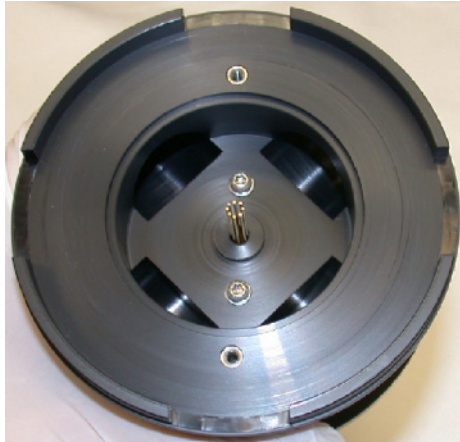

Abbildung 54 Octopolstäbe ragen durch den Skimmer-Abstandshalter hindurch.
- 11 Entfernen Sie die beiden Schrauben, die den Octopol am Skimmer-Abstandshalter (Abbildung 54) befestigen. Achten Sie darauf, dass die Ionenoptikeinheit nicht auf den Tisch fällt. Stützen Sie den Octopol, indem Sie ihn am Octopolrohr hochhalten.